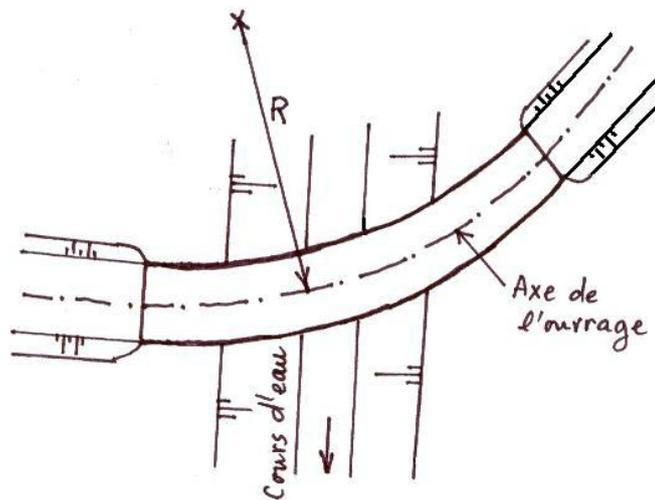

Fig. 12 Vue en plan d'un pont en courbe circulaire.
- **Pont courbe** : L'axe en plan de l'ouvrage est soit un arc circulaire soit une partie d'un raccordement progressif (fig. 12).